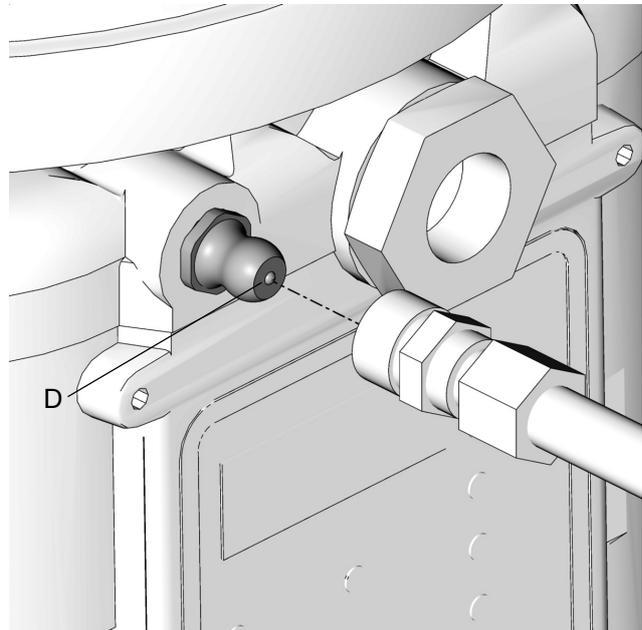

FIG. 13
- Nettoyer toujours le raccord (D) (FIG. 13) avec un chiffon propre et sec avant de remplir le réservoir. La poussière et/ou des débris peuvent endommager la pompe et/ou le système de lubrification.
1. Raccorder le flexible de remplissage au raccord Zerk d'entrée de remplissage. (FIG. 13)
2. Raccorder le flexible de remplissage au raccord Zerk d'entrée de remplissage (voir FIG. 13).
1. Raccorder le flexible de remplissage au raccord d'entrée (voir FIG. 13).